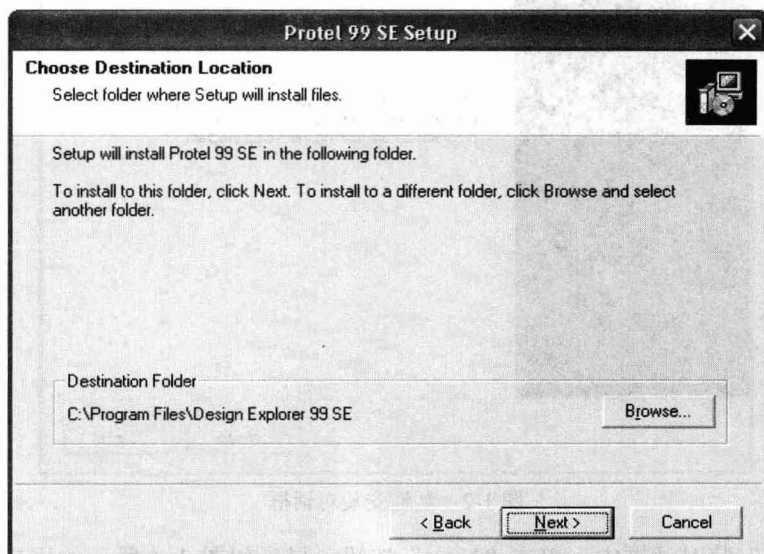

图 1-4 “安装路径选择”对话框
(3) 填好用户信息、序列号后，单击“Next”按钮，就会出现如图 1-4 所示的安装路径选择对话框。